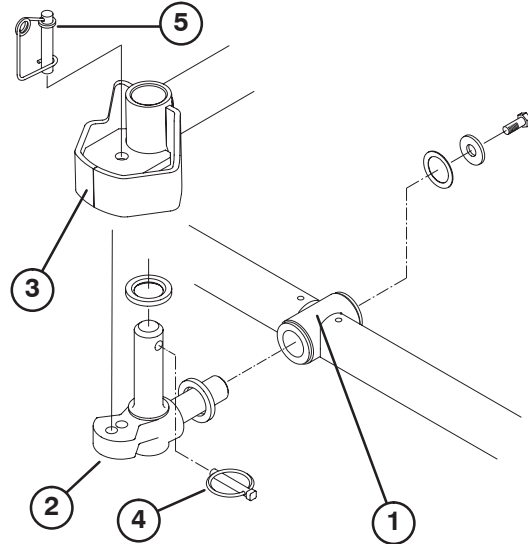

Bild 8
6. Setzen Sie eine Druckscheibe auf die horizontale Welle des Kreuzgelenks, siehe Bild 8.
7. Setzen Sie die horizontale Welle des Kreuzgelenks in das Befestigungsrohr des Trägersystems ein (Bild 8).
8. Befestigen Sie das Kreuzgelenk mit einer Druckscheibe, einer flachen Scheibe und einer Bundkopfschraube am Trägersystem (Bild 8).
9. Setzen Sie eine Druckscheibe auf die vertikale Welle des Kreuzgelenks, siehe Bild 8.
10. Falls die vertikale Welle abgenommen ist, setzen Sie sie auf das Kreuzgelenk in den Gelenkhub des Hubarms ein (Bild 8). Führen Sie das Kreuzgelenk zwischen den beiden Zentrierpuffern aus Gummi in die Unterseite der Lenkplatte des Hubarms ein.
11. Setzen Sie den Klapstecker in das Kreuzloch an der Kreuzgelenkwelle ein (Bild 8).
Hinweis: Wenn Sie eine starre Mähwerkposition wünschen, setzen Sie den Lenkstift in das Befestigungsloch des Kreuzgelenks (Bild 8). Haken Sie den Federdraht unten um den Lenkstift.